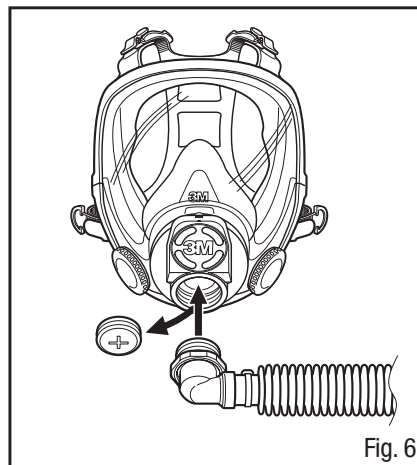

Fig. 6
1. Retire el Tapón de cara completa 3M™ 7890 y atornille el tubo de respiración en la abertura central (Fig. 6).